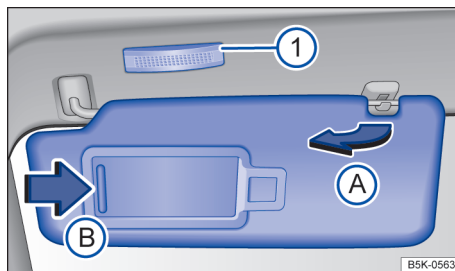

Fig. 80 Parasol.
- Retirar el parasol con cuidado del soporte sujetando la base de fijación y girar en la dirección de las puertas → fig. 80 (A).
En el parasol plegado hacia abajo se encuentra un espejo de cortesía atrás de una cubierta. Al abrir la cubierta → fig. 80 (B) se enciende una luz ①.